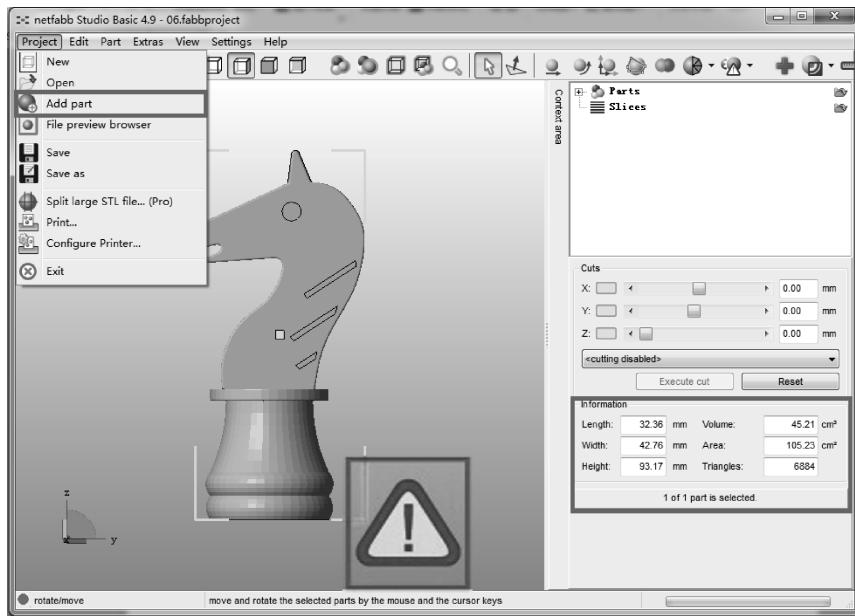

图 4-55 Netfabb 主界面
- 1) 打开Netfabb软件，单击“Project”→“Add part”，导入准备好的STL文件，可以看到Netfabb主界面，如图4-55所示。用户可以从主界面的右下角看到模型的基本信息。